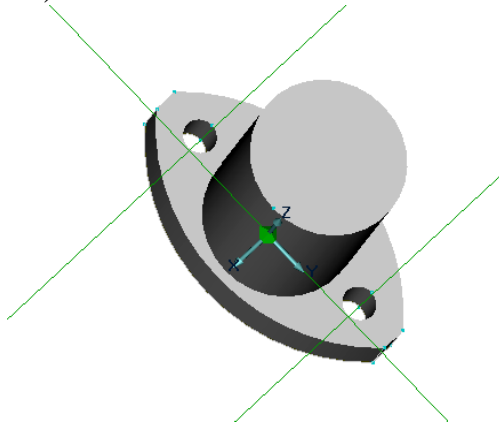

Рисунок 2.10 – Результат побудови наскрізних отворів
13. Вкажіть об'ємний елемент. Будуть побудовані наскрізні отвори діаметра «2,2» (рис. 2.10).